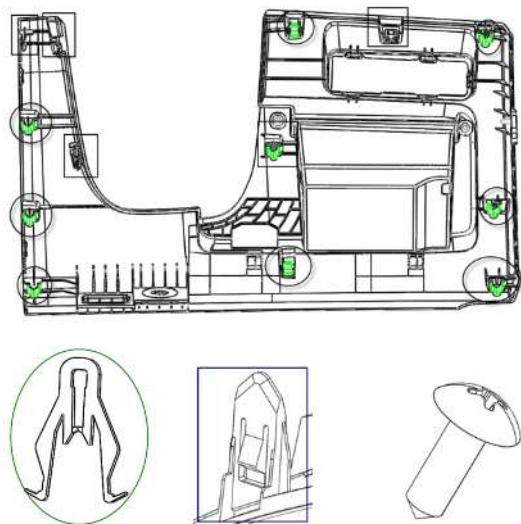

图 1-2-4.1 仪表板左下护板安装结构示意图
- 2) 用缠有柔性保护材料的一字螺丝刀从如图 1-2-4.1 所示卡脚位置逐个撬开;